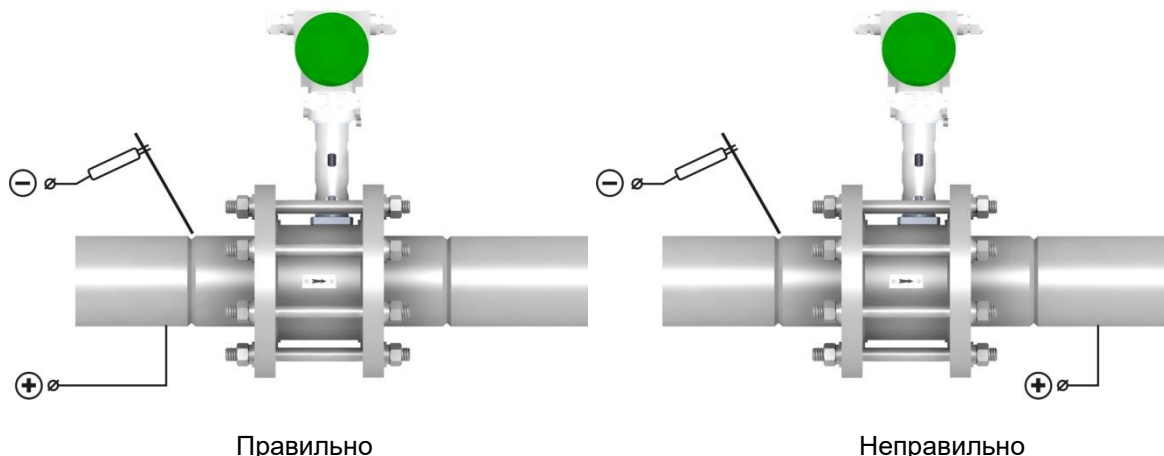

Рисунок 2.3 – Подключение источника тока при электродуговой сварке
- при монтаже с использованием электродуговой сварки источник тока подсоединяется таким образом, чтобы сварочный ток не протекал через преобразователь – см. *рисунок 2.3*.